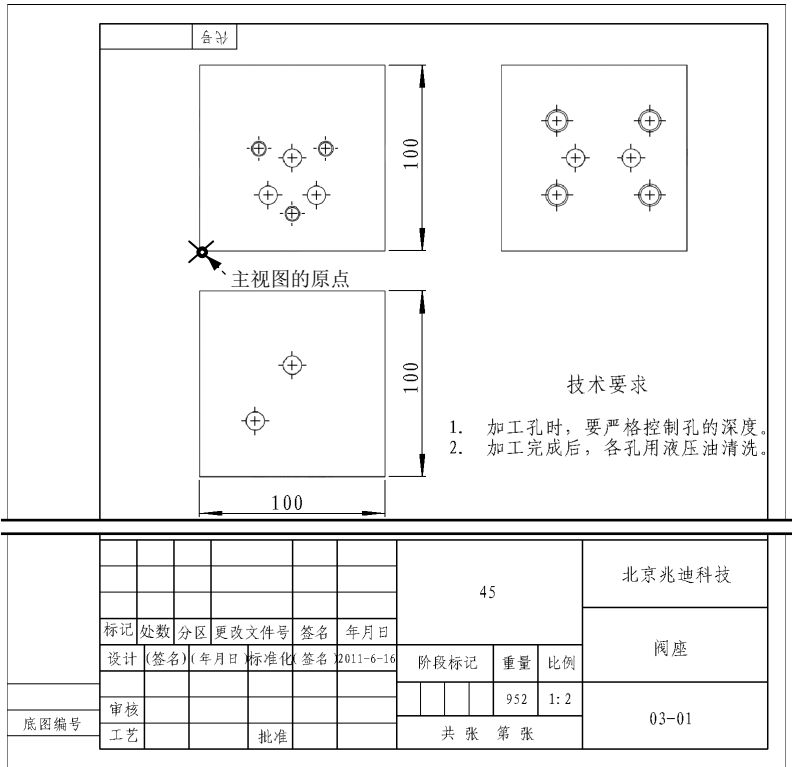

图 7.3.1 工程图文件
Step1. 打开工程图文件 D:\sw18.5\work\ch07.03\bloom.SLDDRW，如图 7.3.1 所示。
(1) 在 **表格位置(P)** 区域选中 ☒ **附加到定位点(O)** 复选框，选取图 7.3.1 所示的主视图左下角点为原点。